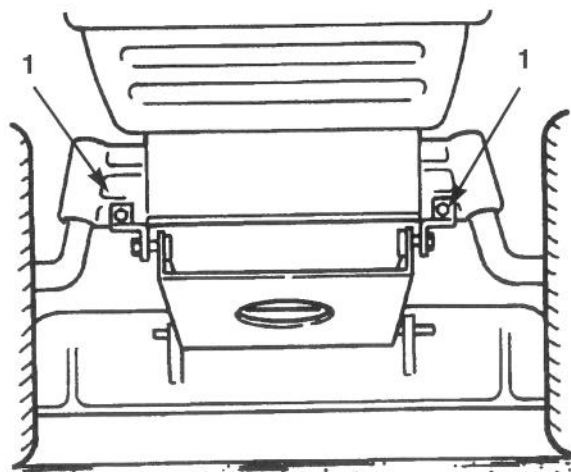

Figure 40
7. Déposer les boulons et les écrous de blocage et retirer les deux supports de pivots de la tondeuse de l'essieu avant (Fig. 40).